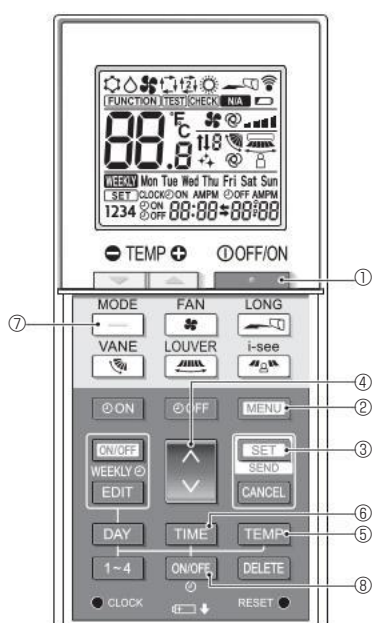

Fig. 7-9
1. Tryck på knappen **TEMP** 1, ① för att stänga av luftkonditioneringen.
2. Tryck på knappen **MENU** 2. Skärmen för funktionsinställning visas och funktionsnummer A blinkar. (Fig. 7-9) Tryck på knappen **TIME** 4 för att ändra funktionsnumret.